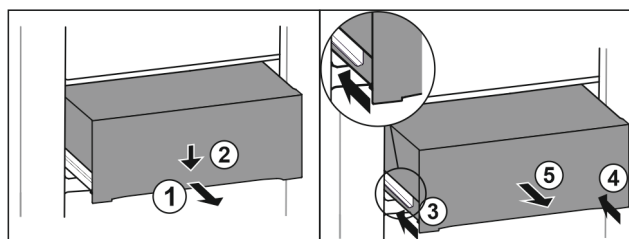

Fig. 80
- Estrarre il cassetto a metà. Fig. 80 (1)
- Premere il cassetto sul lato anteriore verso il basso. Fig. 80 (2)
- Spingere la guida sinistra di circa 2 cm verso l'interno. Fig. 80 (3)
- Spingere la guida destra di circa 2 cm verso l'interno. Fig. 80 (4)
- Rimuovere il cassetto tirandolo in avanti. Fig. 80 (5)